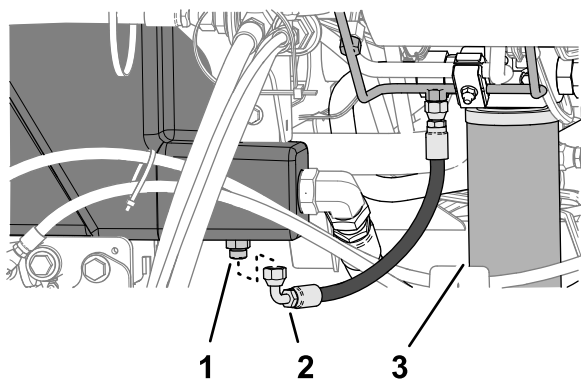

Рисунок 104
2. Поместите большой сливной поддон под прямой штуцер (Рисунок 104) гидравлического бака.